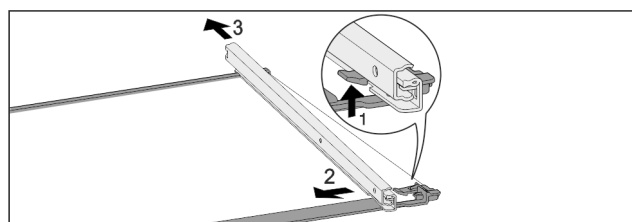

Fig. 84 Стъклена плоча с релси
- ▶ Натиснете нагоре предните фиксиращи палци. *Fig. 84 (1)*
- ▶ Плъзнете изтеглящата релса настрани *Fig. 84 (2)* и назад *Fig. 84 (3)*.